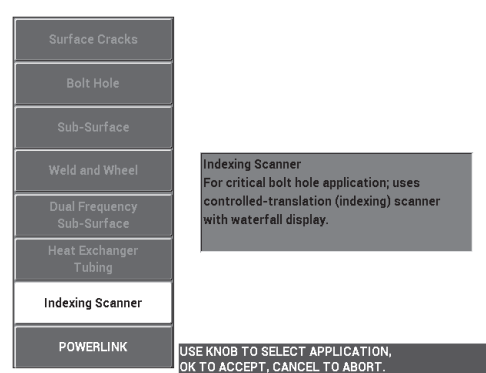

Рис. 5-61 Приложение Индексирующий сканер
3. Нажмите клавишу меню ADV SETUP () (клавиша A), затем выберите **ВЫБОР ПРИЛОЖ.** (клавиша A), чтобы открыть меню выбора приложений. С помощью ручки регулятора выберите **Индекс. сканер** и нажмите  для подтверждения (см. Рис. 5-61 на стр. 175).